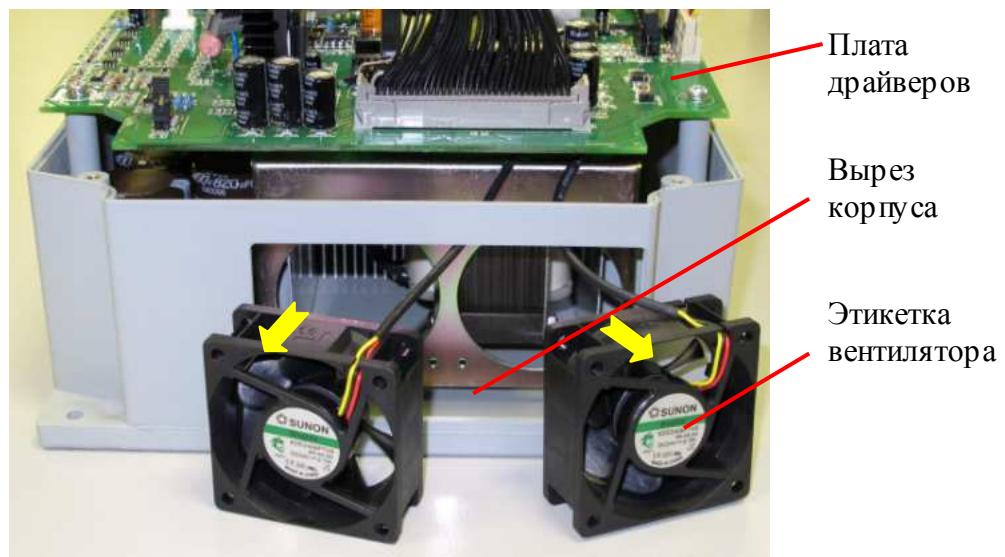
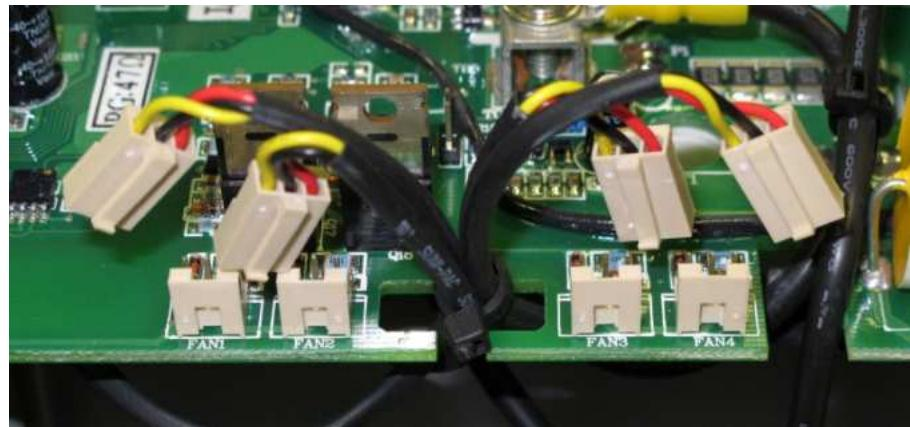
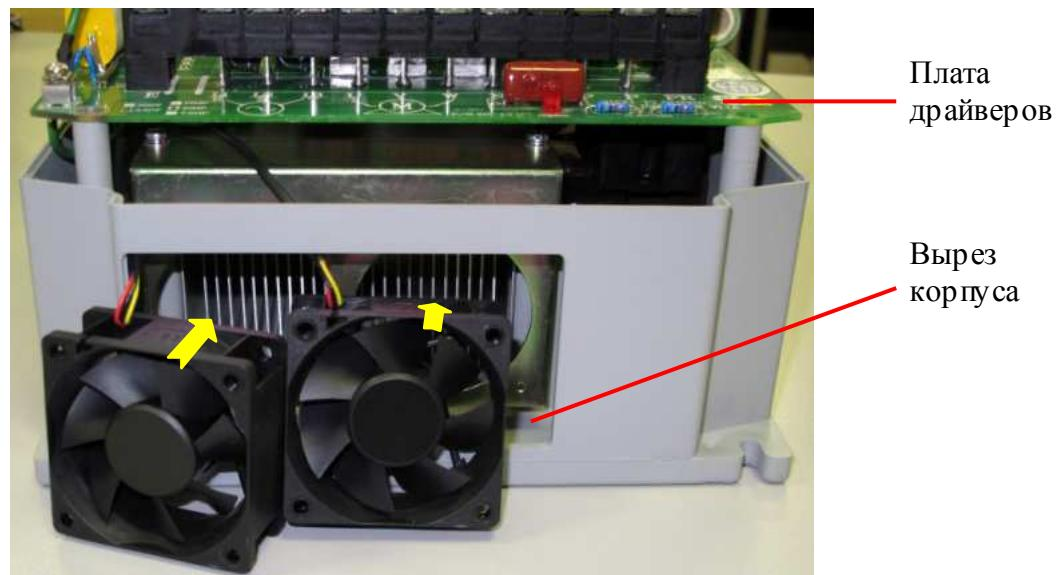

Рис. 7.11
Рис. 7.12
Рис. 7.13
- 7.5.2. Для установки верхнего вентилятора расположить его марковочной этикеткой от ПЧ (стрелка на корпусе вентилятора, показывающая направление воздушного потока, должна быть направлена от ПЧ и совпадать по направлению со стрелкой на рис. 7.11). Продеть провод в вырез корпуса и протянуть его под платой драйверов, одновременно направляя вентилятор в отверстие корпуса (рис. 7.11). Разъем вентилятора подключить к разъему FAN1 или FA N2 плате драйверов (рис. 7.12). Разъемы FA N1 и FA N2 функционально равнозначны.
7.5.5. Для установки нижнего вентилятора расположить его маркировочной этикеткой в сторону ПЧ (стрелка на корпусе вентилятора, показывающая направление воздушного потока, должна быть направлена в сторону ПЧ и совпадать по направлению со стрелкой на рис. 7.13). Продеть провод в вырез корпуса и протянуть его под платой драйверов, одновременно направляя вентилятор в отверстие корпуса (рис. 7.13). Разъем вентилятора подключить к разъему FAN3 или FAN4 плате драйверов (рис. 7.12). Разъемы FAN3 и FAN4 функционально равнозначны.